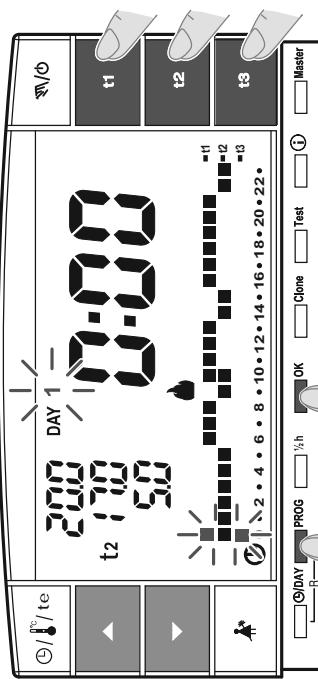

fig. 15
- Para modificar las **configuraciones** del programa **P01, P02 o P03** grabado anteriormente, pulsar la tecla **PROG** para entrar en visualización de los programas, pulsar las teclas **▲** o **▼** (o bien PROG por impulsos) hasta que sobre la pantalla aparezca el número del programa que se desea modificar (**P01 o P02 o P03**) fig. 14, presionar la **tecla OK** (o la tecla **PROG**) **por 4 segundos** para entrar a la modificación (ejemplo fig. 15); si el día a modificar no es el Lunes, presionar una o varias veces **OK** hasta seleccionar el día deseado.
- Modificar el perfil diario utilizando las teclas **t1, t2 o t3** (ejemplo fig. 15).